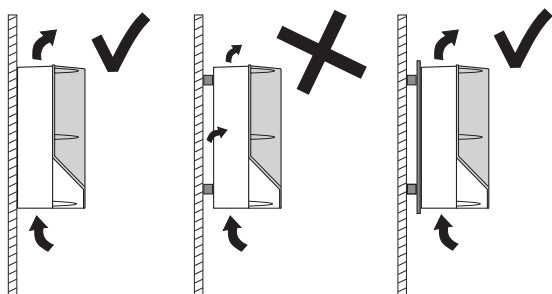

Рис. 135 Вешайте CUE непосредственно на стену или устанавливайте на крепежную пластину с проставками
- Вешайте корпус CUE непосредственно на стену или устанавливайте на проставки, но с применением крепежной пластины для обеспечения поступления достаточного количества воздуха для охлаждения. См. рис. 135.
ΔT – разность между температурой охлаждающего воздуха на выходе и на входе (температурой окружающей среды). См. рис. 135.